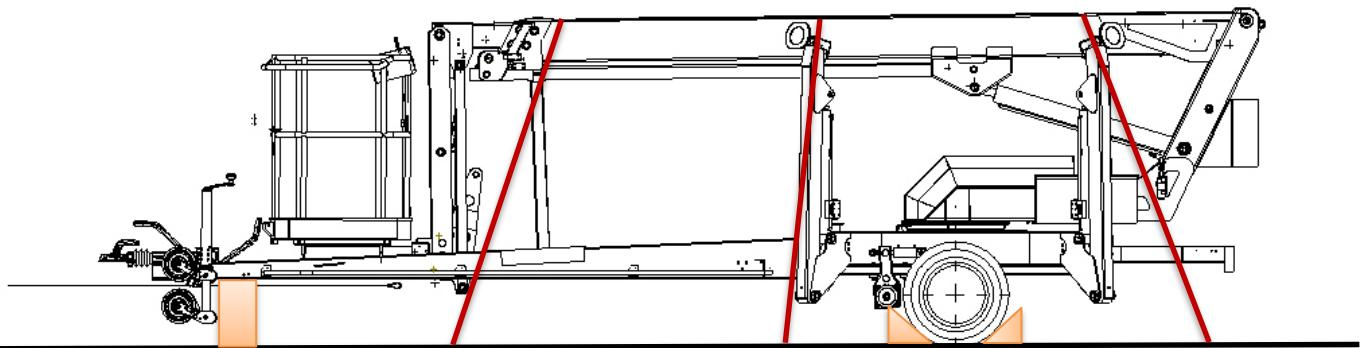

Abb.7. Die Befestigung der Arbeitsbühne
- Die Maschine soll auf den auf der Abbildung 7. gezeigten Orten mit beschädigungsfreien Tragegurten befestigt werden. Unter die Oberflächen der Tragegurten, wo sie auf die Maschine liegen – sind wegen der Schutz der Farbe weiche Filzstücke zu legen.